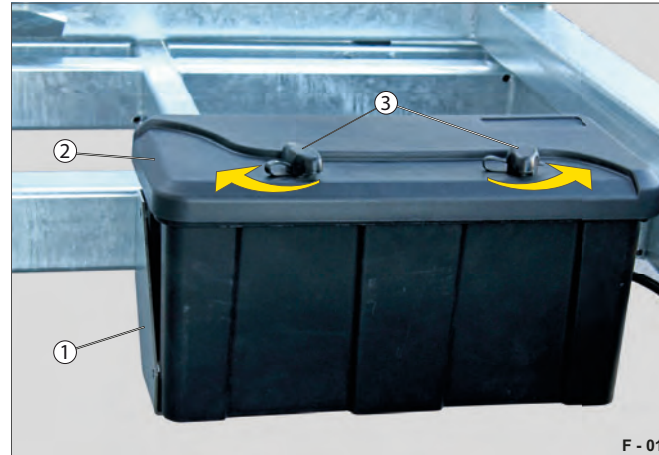

Abb. 12 Werkzeugkasten verschlossen
- ▶ Ziehen Sie die Abdeckungen (Abb. 12/2) von den Drehverschlüssen mit Schloss-Zylindern (Abb. 13/1) ab.
- ▶ Drücken Sie die Abdeckungen (Abb. 12/3) zu.